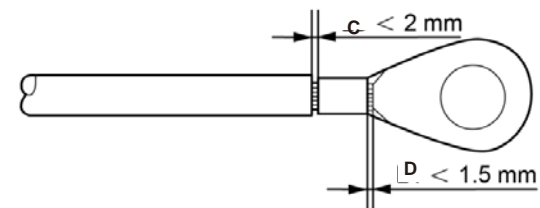

Figura 5.9 Cavo spellato
- 4) Inserire il cavo spellato nella zona di crimpatura del terminale OT e utilizzare la pinza idraulica per crimpare il terminale al cavo (come illustrato in Figura 5.9).